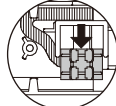
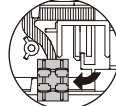

図2
図3
- ②変更する i plug 接触子の位置を、下記の「相切替時の i plug 接触子配置図」にて確認してください。 切替える i plug 接触子を i plug 接触子固定部から、水平方向にスライド(図2)させながら、i plug 接触子を回転(図3)させて外し、より線をより線押えリブから引上げます。